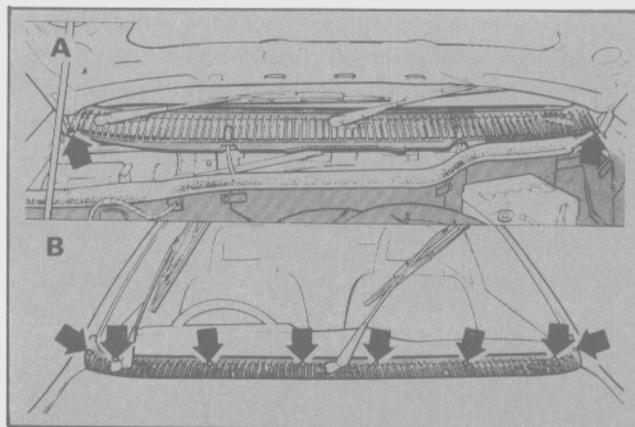

Fig. 4 - Fijación de la rejilla exterior del torpedero.
- Retirar la rejilla del torpedero de acuerdo a lo detallado en el Capítulo 8 de este Manual (Fig. 4).